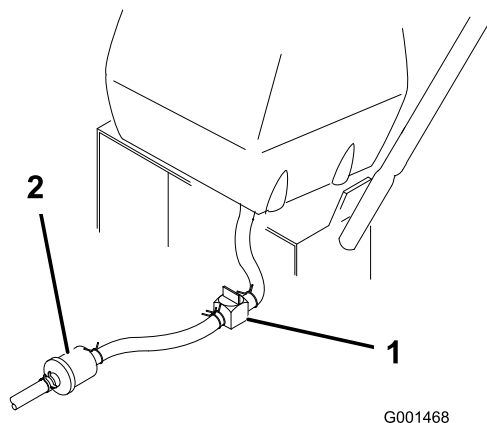

Figura 28
2. Chiudete la valvola d'intercettazione del carburante sul serbatoio del carburante (Figura 28).
3. Premete le estremità della fascetta stringitubo e sfilatela dal tubo del carburante lontano dal serbatoio (Figura 28).
4. Togliete i tubi del carburante dal filtro del carburante (Figura 28). Aprite la valvola d'intercettazione del carburante e lasciate fuoriuscire la benzina in una tanica o bacinella di spurgo.
3. Chiudete la valvola di intercettazione sul serbatoio del carburante (Figura 28).
7. Aprite la valvola di intercettazione sul serbatoio del carburante (Figura 28).